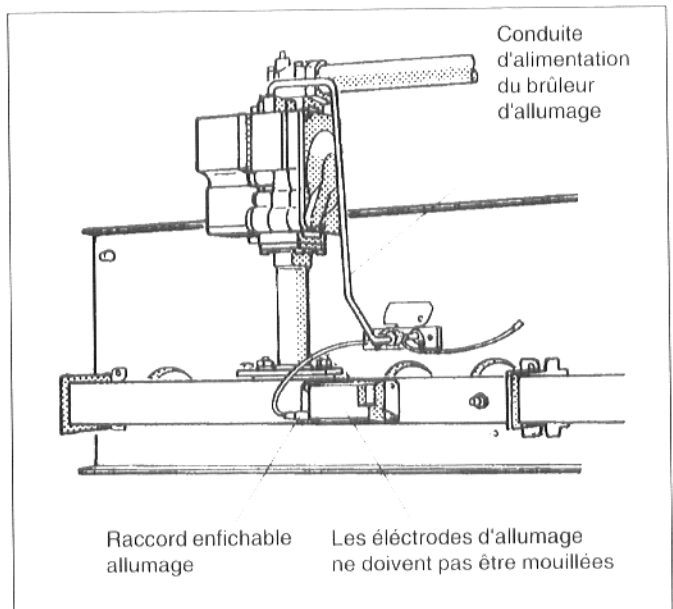

Fig. 44 : Brûleur gaz
- Oter les connecteurs des câbles d'allumage sur les électrodes d'allumage (fig. 44).
- Démontez la conduite de gaz des brûleurs d'allumage (fig. 44).
- Desserrer les deux vis du brûleur d'allumage et retirer ce dernier avec précaution (fig. 44).
- Plonger les rampes du brûleur dans de l'eau additionnée de produit d'entretien et les brosser. A cet effet, veiller à ne mouiller ni le matériau calorifuge sur la plaque du brûleur, ni l'électrode! Le cas échéant, dévisser cette dernière (fig. 44).